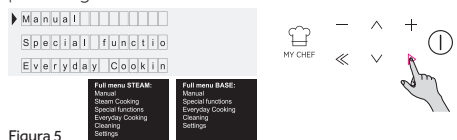

Figura 5
- Quando il display visualizza MANUALE, premere il pulsante OK per impostare la cottura in tre semplici passi (Figura 5)